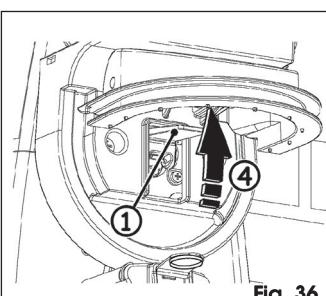

Fig. 36
- Trek aan de ontgrendelingshendel tot hij niet verder kan, Fig. 36 ref. ①.